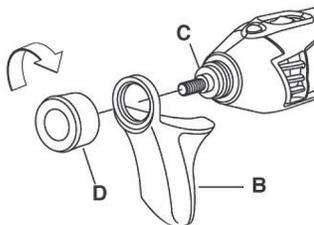

Рис. 4
2. Установите дополнительную рукоятку «В» и зафиксируйте ее защитным колпачком (рис. 4).